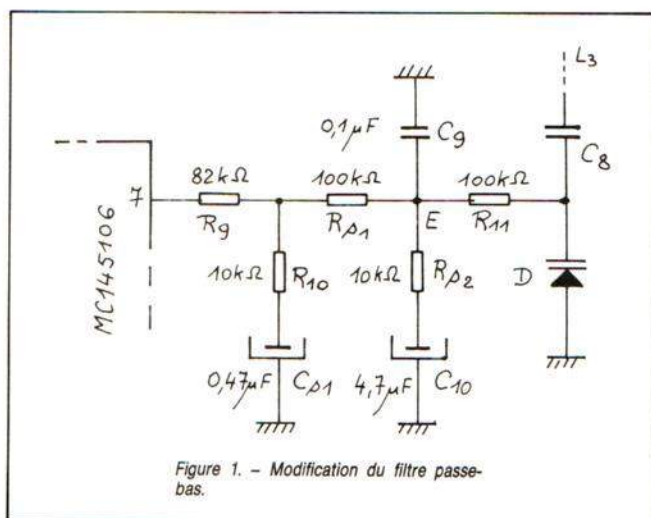

Figure 1. - Modification du filtre passe-bas.
**N**ous avons donc revu la question et la solution s'avéra finalement très simple puisqu'il nous suffit de modifier le filtre passe-bas de la PLL, pour obtenir la reproductibilité sans faute ! La figure 1 montre le schéma finalement retenu. On peut constater qu'une cellule RC supplémentaire a été ajoutée. Par ailleurs, le condensateur  $C_9$  est reporté de l'entrée du filtre vers la sortie. Le résultat obtenu est excellent dans tous les cas ! Certes, le verrouillage initial, à la mise sous tension, est un petit peu plus long à obtenir (de l'ordre de la seconde) mais, une fois acquis, il est « en béton » ! Alors qu'avec le schéma initial les servomécanismes faisaient parfois entendre un léger « crépitement » dû aux corrections de la PLL, cette fois c'est le silence total, du moins si le signal reçu est à champ suffisamment fort pour ne pas être entaché de bruit. (Bien sûr, à grande distance, tous les récepteurs voient le signal utile se noyer progressivement dans le bruit des amplificateurs, bruit qui s'entend très nettement dans les servos. Ne pas confondre ce bruit inévitable avec le phénomène évoqué ci-dessus et qui peut exister même à proximité immédiate de l'émetteur, soit à champ très fort !)
La modification de la figure 1 est somme toute minime ! Elle conduit cependant à redessiner le circuit imprimé de la partie HF. Le nombre des composants du filtre passe-bas de la PLL étant plus important, nous avons décidé d'adopter une pose peut-être pas très orthodoxe que la figure 4 illustre, mais qui a le double avantage d'une solidité